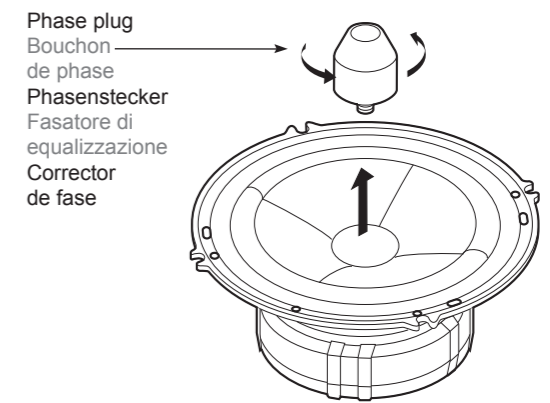

Figure 4 / Figure 4 / Abbildung 4 / figura 4 / Figura 4
- Turn the phase plug in the direction of the arrow to remove it. (Figure 4)
- Tournez le bouchon de phase dans le sens de la flèche pour le déposer. (Figure 4)
- Drehen Sie den Phasenstecker in Pfeilrichtung, um ihn zu entfernen. (Abbildung 4)